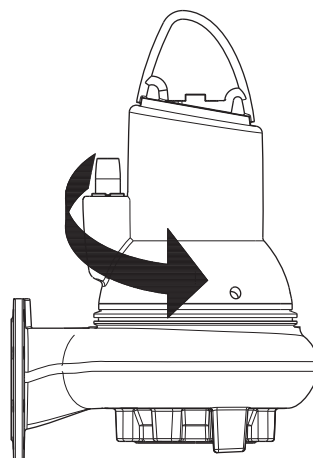

Рис. 11 Направление рывка
2. Включить и тут же отключить насос, следя при этом за направлением действия крутящего момента (за направлением рывка) насоса. Если насос подключен правильно, рабочее колесо будет вращаться по часовой стрелке, т.е. рывок будет против часовой стрелки. См. рис. 11.